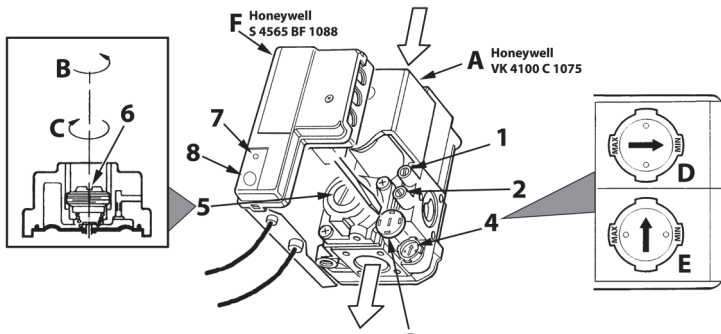

рис. 6 - Регулирование давления
2. Снимите с газового вентиля маленький защитный колпак 3 (рис. 6). С помощью маленькой отвертки регулируйте "СТУПЕНЬ" розжига на основании выбранного для работы газа (G20-G25 положение Дрис. 6 или G30-G31 положение Е рис. 6); установите защитный колпак на место.